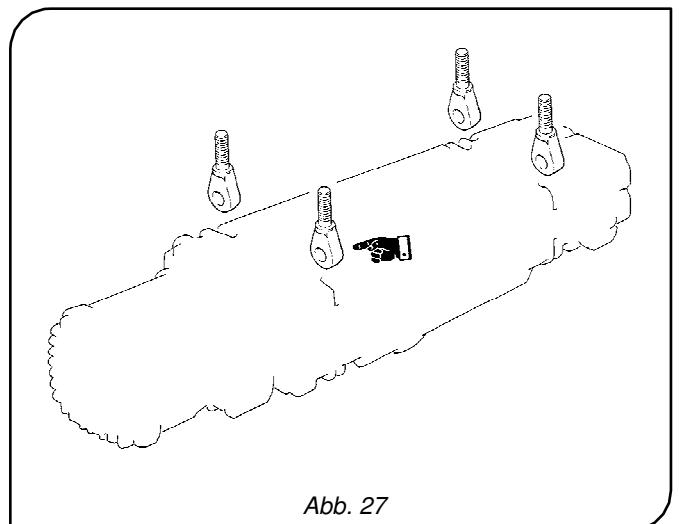

Abb. 27
- **Hängende Ausführung** durch Befestigung der Ringschrauben an der Oberseite des E-Zugs (Abb. 27).